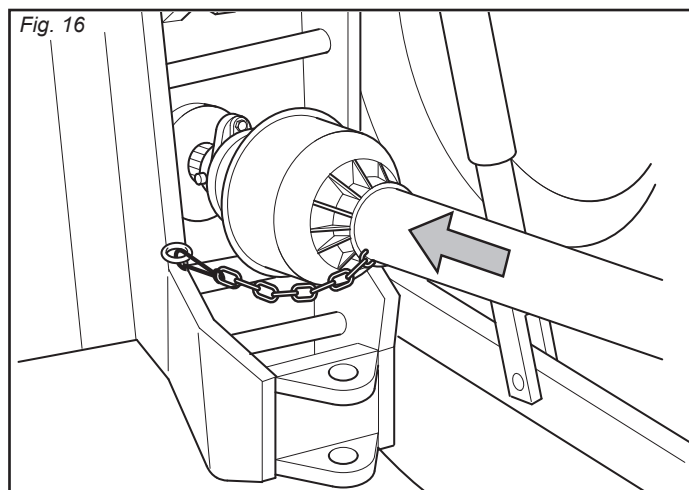

Fig. 16
- 4 - Соединить карданный вал и убедиться, что он полностью заблокирован на валу передачи скорости (Рис. 16). Проверить свободное вращение защиты и зацепить её специальной цепью.